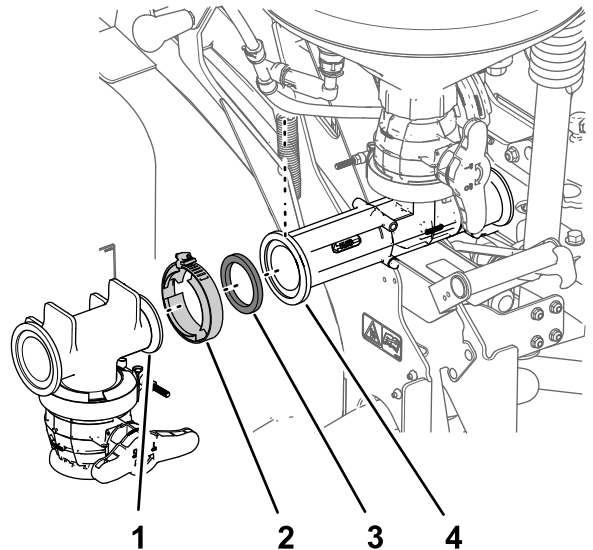

图 24
1. 将排水阀 T 形接头的凸缘与清洁加药器的前凸缘对齐 图 24。
2. 用垫片和法兰夹具把 T 形接头组装到清洁加药器上并用手拧紧夹具 图 24。